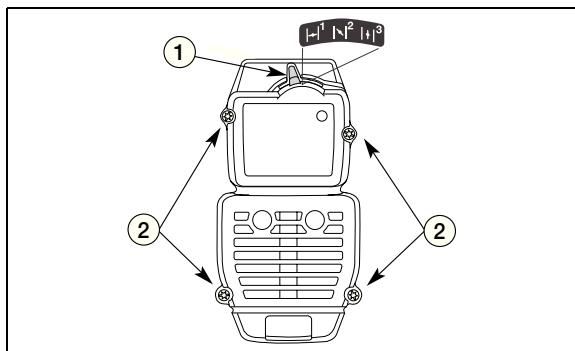

Fig. 19
**Описание деталей – Рис. 19–23**